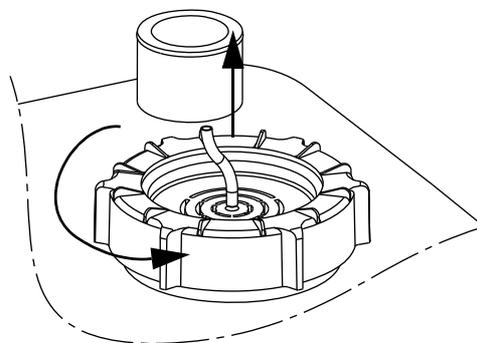

Fig. 30 Démontage du capteur de niveau
2. Desserrer le bouchon vissé en le tournant dans le sens anti-horaire. Voir fig. 30.